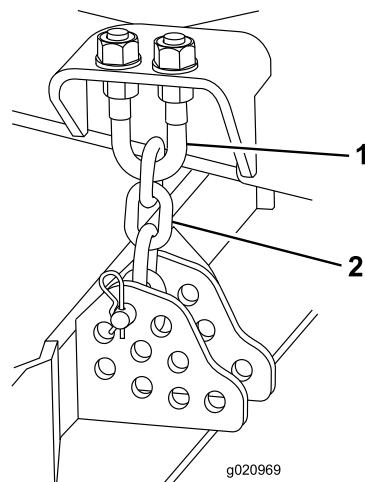

Figura 109
1. Allentate i controdadi sulla parte superiore o inferiore del bullone a U della catena dell'altezza di taglio (Figura 109).